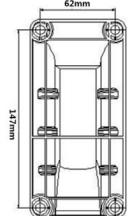

Fig.2
3. Utilice el soporte de pared como plantilla para marcar los agujeros en la pared (Fig.2)